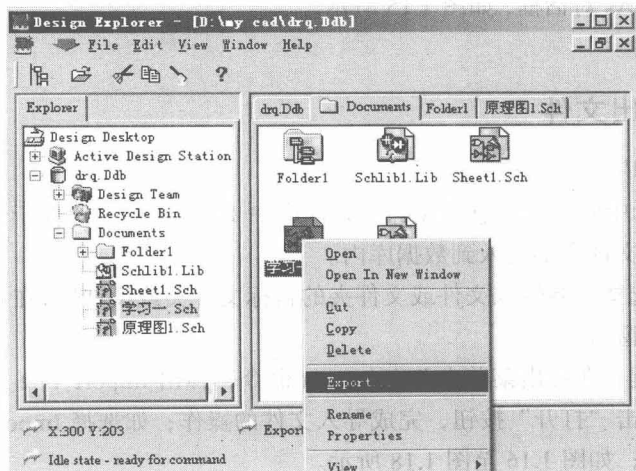

图 1.19 导出文件
- 在文件管理器的左窗口中, 或者在右窗口中将光标移到要导出的文件图标上, 单击鼠标右键, 在弹出的快捷菜单中选择 Export 命令, 如图 1.19 所示。